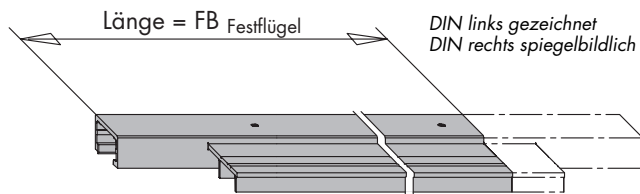

Bild 1
- A** Anschrauben der Aufsatzschiene HH0132-04 (27) an den Festflügel.
- Aufsatzschiene HH0132-04 (27) entsprechend der Schieberichtung DIN links oder DIN rechts ablängen (Bild 1).